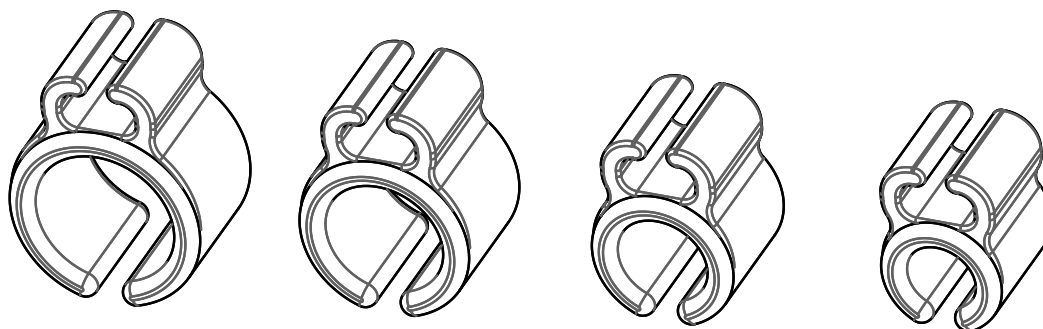

Рисунок 4 - Общий вид фиксаторов акселерометра
- Фиксатор акселерометра большой взрослый (рисунок 4);
- Фиксатор акселерометра взрослый (рисунок 4);
- Фиксатор акселерометра большой детский (рисунок 4);
- Фиксатор акселерометра детский (рисунок 4);
Фиксаторы акселерометра большой взрослый, взрослый, большой детский, детский (рисунок 4) предназначены для крепления датчика на пальце пациента. Фиксаторы представлены в широком размерном ряду, с учетом особенностей телосложения пациентов. Для легкой идентификации они представлены в различных цветах;